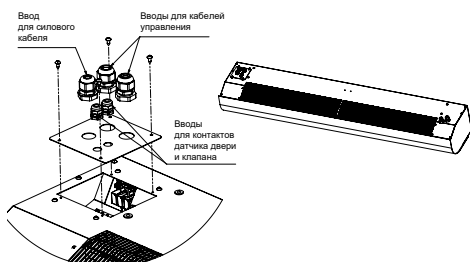

Рисунок 3.
7.3.2 Для подключения к сети необходимо снять крышку с монтажного люка (рисунок 3), завести кабели и подключить к клеммной колодке согласно электрической схеме завесы.